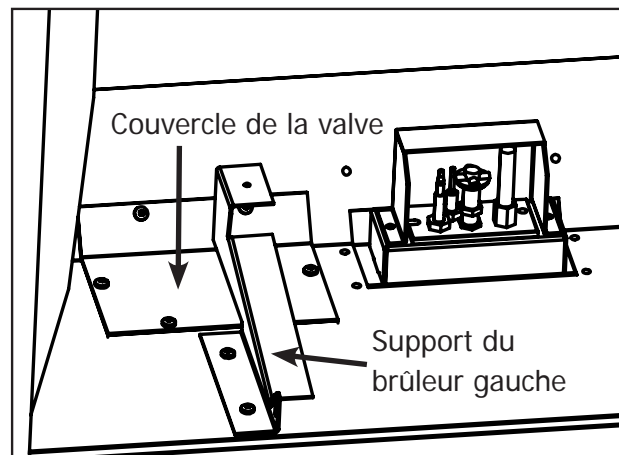

Figure 9: Couvercle de la valve et support du brûleur.
5. Ensuite, retirez les six vis qui maintiennent le couvercle de la valve en place (souligné dans la figure 9).